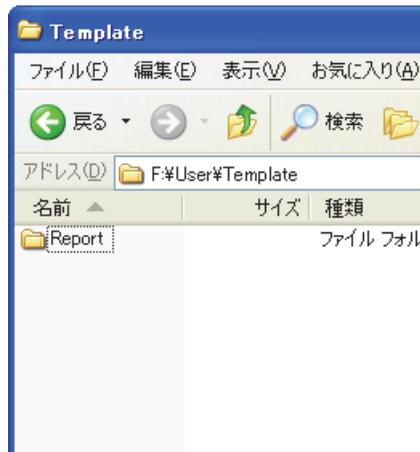

図 7-4 レポートフォルダパス
- b) ストレージカードにない場合は、新たに次の \ User\ Template\ Report\ というフォルダを作成します (208 ページの図 7-4 参照)。